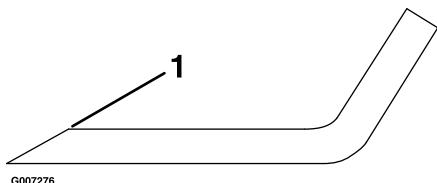

Figure 41
1. Au moyen d'une lime, aiguissez les tranchants aux deux extrémités de la lame (Figure 41). Veillez à conserver l'angle de coupe d'origine. Limez la même quantité de métal sur chacun des deux tranchants pour ne pas déséquilibrer la lame.